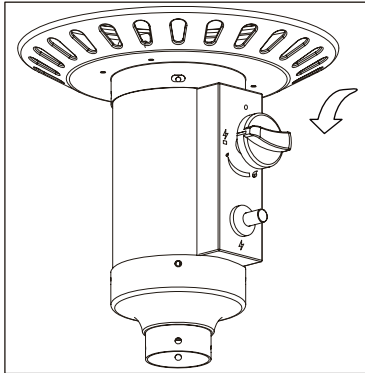

Figure 3
- Pousser le bouton de contrôle et tourner au sens contraire de l'horloge à la position "PILOTE" (⚡) (Figure 3)